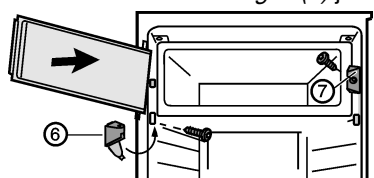

Fig. 3
- ▶ Monter l'élément de fermeture Fig. 3 (7).
- ▶ Monter le support d'appui Fig. 3 (6) et fermer le cache.